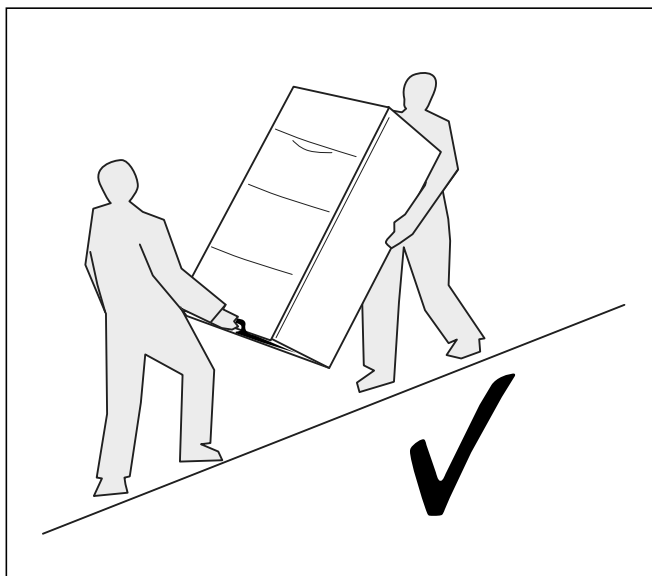

Abb. 4.3 Richtiger Transport
- Transportieren Sie das Gerät immer wie in Abb. 4.3 dargestellt.